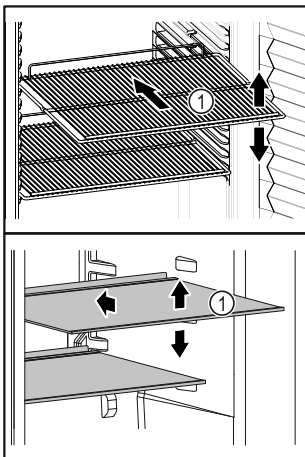

Fig. 53 Beispielhafte Darstellung
- ❑ Wenn Ablageflächen Fig. 53 (1) versetzbar sind, Ablageflächen je nach Höhe anpassen.